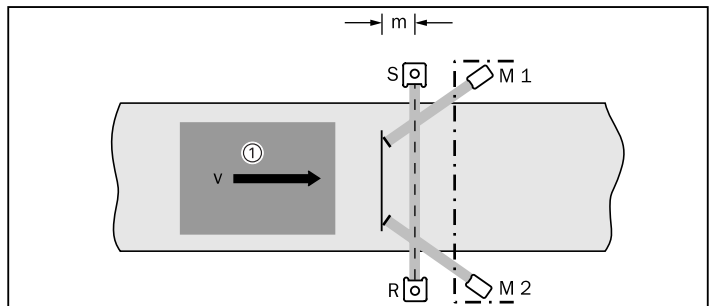

Fig. 3-4: Distância Linha de detecção - Sensores de silenciamento
① = paleta                      ② = material                      ③ = sensor de silenciamento
④ = nível de transporte
4. Uma vez que a avaliação interna dos sinais dos sensores precisa de algum tempo, o material nunca deve ser detectado imediatamente antes dos feixes de luz da barreira fotoelétrica de segurança. Subsequentemente deve ser mantida uma distância mínima (vide Fig. 3-4).